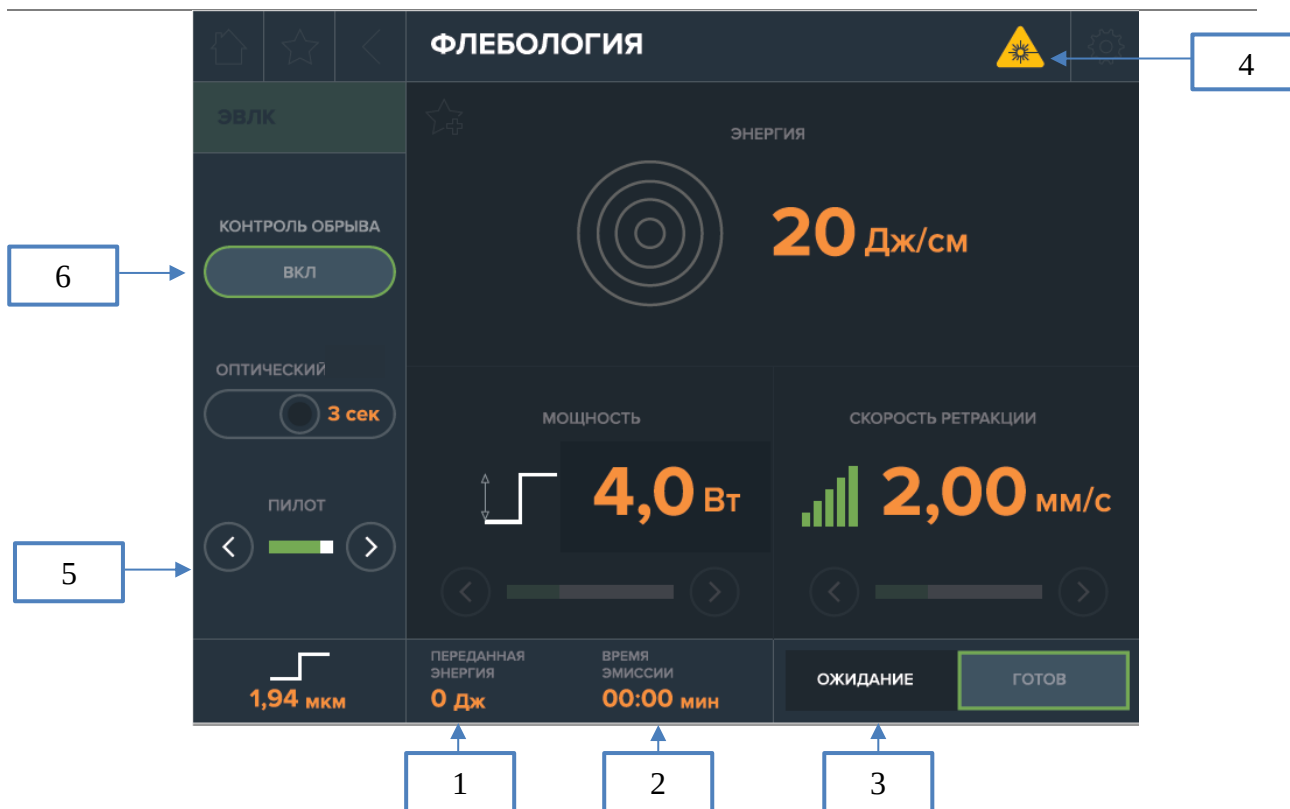

Рис. 17. Состояние «ГОТОВ» Аппарата
Для перехода в состояние «ГОТОВ» (рис. 17), в котором может быть осуществлена эмиссия лазерного излучения, необходимо нажать кнопку «ГОТОВ» (6) (рис. 16) на экране установки параметров лазерного излучения.
При активации функции «Контроль обрыва» (6) (рис.17) при работе с волоконным инструментом с радиальным выходом (в комплект поставки не входит) кнопка «Контроль обрыва» становится активной. Во время работы Аппарат контролирует целостность волоконного инструмента с радиальным выходом. При обнаружении облома, Аппарат прекратит эмиссию лазерного излучения и оповестит об ошибке с помощью звукового сигнала и ошибки, выведенной на экран Аппарата.